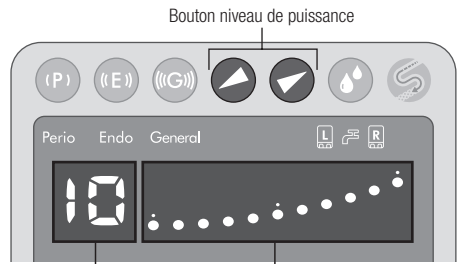

Fig.17
- 2) Réglez le niveau de puissance avec le bouton de niveau de puissance sur le panneau avant. L'indicateur de graphique à barres et l'affichage numérique indiqueront le niveau de puissance sélectionné (Fig. 17).